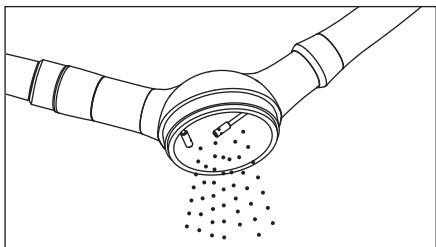

Fig. 5
- 1) Abra la tapa del depósito de polvo y elimine el polvo limpiador residual. (Fig. 5)